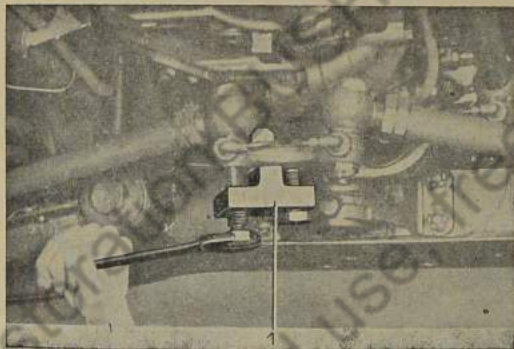

Bild 511: Sämtliche Kugelzapfen aus dem Lenkspurhebel herausdrücken
2. Mit Abdrücker Nr. 1505 die Kugelzapfen herausdrücken (Bild 511).